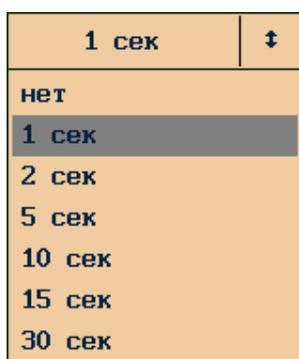

Рисунок 18
5.1.2 Выпадающий список – элемент позволяющий выбрать один вариант из нескольких предложенных, рисунок 18